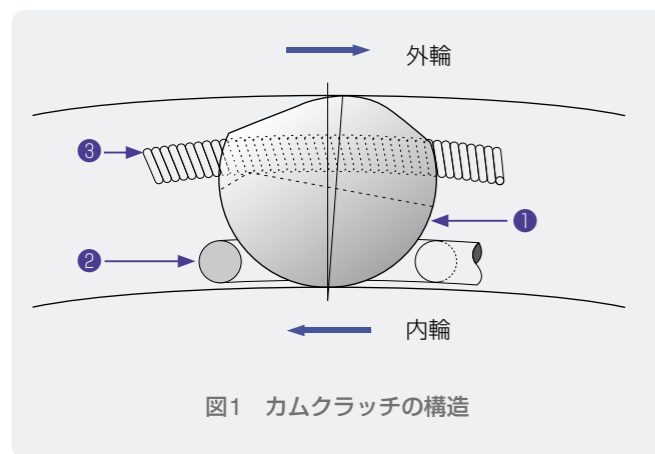
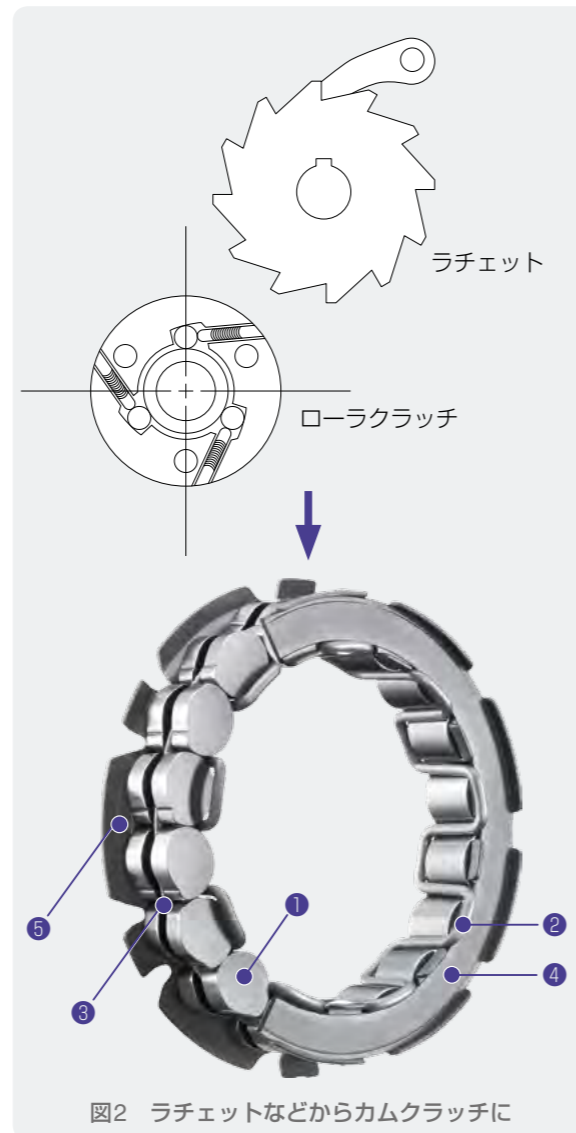

図1 カムクラッチの構造
図2 ラチェットなどからカムクラッチに
カムクラッチは、ワンウェイクラッチの動きを行うカム①をワイヤケージ②にガータスプリング③で円環状にまとめ、側面に軸受側板④やフリクション側板⑤などを配しています（図1、図2）。